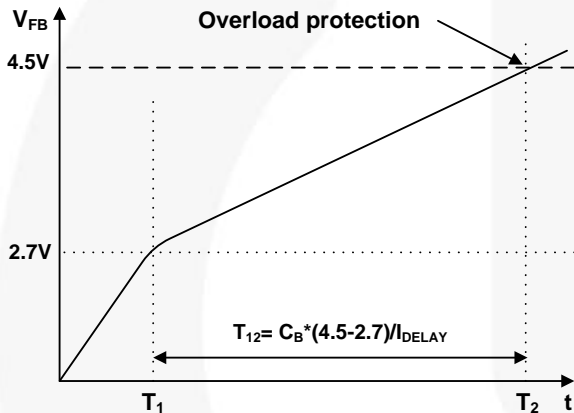

图 18. 过载保护
**3.1 过载保护 (OLP):** 过载定义为负载电流因意外异常事件而超过正常值。这种情况下, 应当触发保护电路, 从而保护 SMPS。然而, 即使 SMPS 运行正常, 在负载变化过程中也有可能触发过载保护电路。为了避免这种不理想的运行, 设计了过载保护电路, 在特定时间后会触发该电路, 以确定该情况是瞬态还是真的过载。由于逐脉冲限流能力, 通过 senseFET 的最大峰值电流受到限制, 因此, 可以通过给定输入电压限制最大输入功率。如果输出消耗的功率超过最大功率, 输出电压 ( $V_O$ ) 将跌至设定电压以下。这会减小通过光电耦合器 LED 的电流, 同时减小光电耦合器晶体管电流, 进而增大反馈电压 ( $V_{FB}$ )。如果  $V_{FB}$  超过 2.7V, D1 将被阻断, 并且  $5\mu A$  的电流源极开始缓慢地将  $C_B$  充电至  $V_{CC}$ 。在这种情况下,  $V_{FB}$  继续增大, 直至达到 4.5 V, 此时终止开关操作, 如图 18 所示。关断延迟时间是指以  $5\mu A$  电流将  $C_B$  从 2.7V 充电至 4.5V 所需的时间。一般情况下, 对于大多数应用而言, 该延时的典型值为 10 ~ 50 ms。该保护功能在自重启模式下实现。